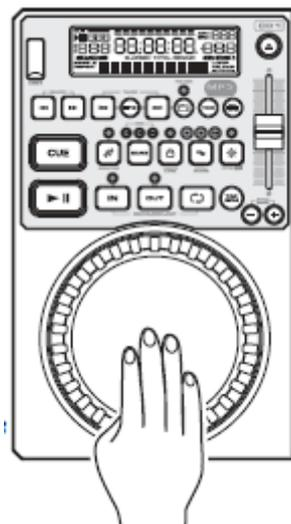

Figure 13
Cette fonctionnalité vous permet de faire défiler une à une les frames d'une piste, vous permettant de trouver et définir un point de départ de Cue ou de boucle. Pour utiliser la fonction de navigation, vous devez d'abord vous mettre en Mode Pause (voir section 4) ou Cue (voir section 8). Une fois que vous y êtes, tournez la *JOG WHEEL* (11) (Figure 13) pour faire défiler la piste (Figure 13). Tourner la molette dans le sens des aiguilles d'une montre fait avancer dans la recherche de frame et tourner la molette en sens inverse fait reculer dans la recherche de frame. Quand vous utilisez la *JOG WHEEL* (11), le moniteur (niveau du casque) vous permet d'écouter ce que vous faites défiler. Une fois atteint le point de départ de votre choix, vous pouvez définir un point de Cue (point de départ) en appuyant sur le bouton *LECTURE/PAUSE* (13) comme sur l'image 11.